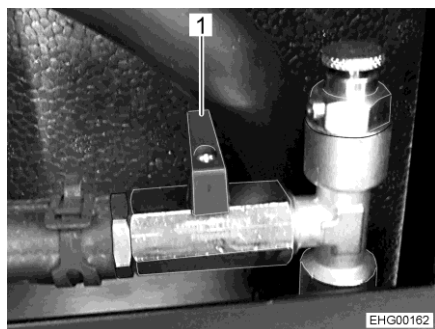

Bild 186 Kulventil (stängd)
- Ställ spaken (Bild 186,1) vinkelrät med rörledningen.